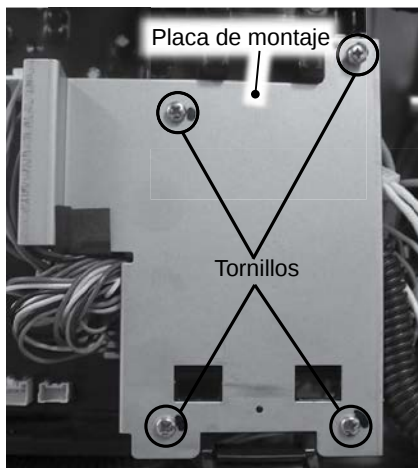

Figura 19 - Retiro del tornillo de la placa de montaje.
Figura 19. Use un destornillador Phillips para retirar los tornillos. Deje los tornillos y placa de montaje a un lado en un lugar seguro para volver a instalarlos.
- 8** Ubique el tornillo que fija el panel de la placa de control. Use un destornillador Phillips para retirar el tornillo y déjelo a un lado en un lugar seguro para volver a instalarlo. Consulte la Figura 19.
- 36** Vuelva a instalar la placa de montaje de metal con los cuatro (4) tornillos que se retiraron en el **Paso 7**. Consulte la Figura 19.